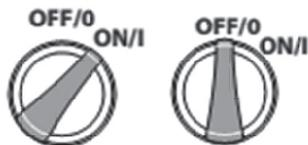

Рис. 3
4. Переверните выключатель на мойке в положение **ON** (Рис. 3). Двигатель начнет работать создавая давление в системе, при достижении максимального значения давления двигатель остановится.